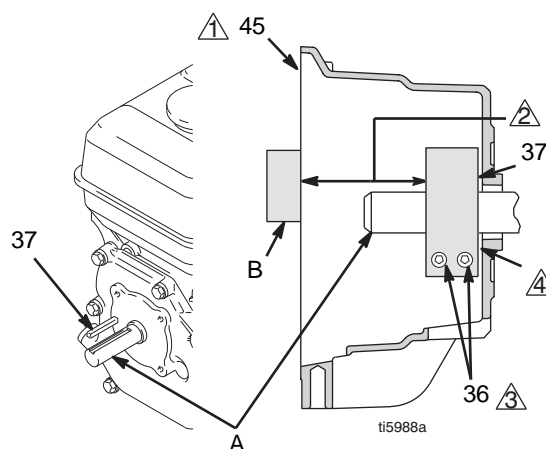

FIG. 10
4. FIG. 10. Afloje los dos tornillos (36) de la abrazadera (38),
5. Introduzca el destornillador en la ranura de la abrazadera (38) y saque ésta.
1. FIG. 10. Instale la chaveta del eje del motor (37).
2. Golpee ligeramente la abrazadera (38) para colocarla en el eje del motor (A). Mantenga la distancia mostrada en la nota 2. El lado biselado debe quedar dirigido hacia el motor.
3. Compruebe la distancia: coloque una barra de acero recta y rígida (B) a través de la superficie del cárter del embrague (45). Utilice un dispositivo de medida preciso para medir la distancia entre la barra y la superficie de la abrazadera. Ajuste la abrazadera según sea necesario. Apriete los dos tornillos (36) a un par de 125 ± 10 in-lb ($14 \pm 1,1$ N·m).